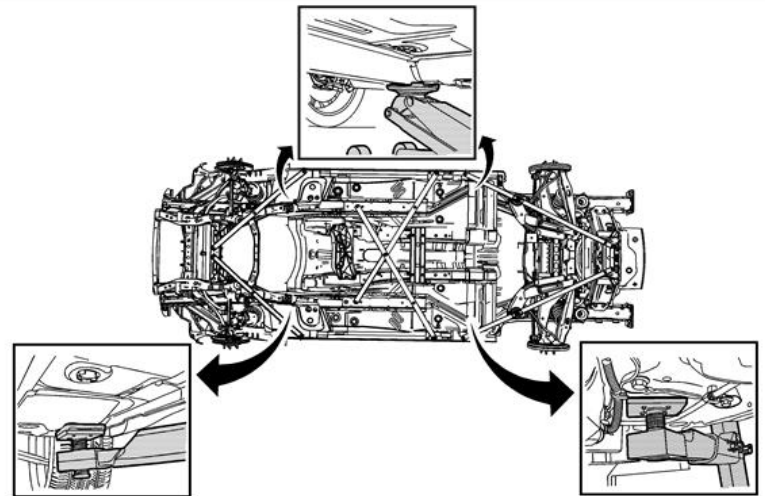

Figure 1
Lorsque le véhicule est soulevé au moyen d'un élévateur du type contact au châssis, placer les patins de levage avant sous le support inférieur avant, du côté intérieur du joint sur bords tombés du bas de caisse et du côté extérieur du longeron de cadre avant, au niveau du caisson de torsion, comme illustré (figure 1).
Lorsque le véhicule est soulevé au moyen d'un élévateur du type contact au châssis, placer les patins de levage arrière sur le longeron de cadre arrière, au niveau du caisson de torsion, comme illustré (figure 1).
- Sous la traverse de cadre de châssis avant, comme illustré (figure 1).
Lorsqu'un cric est utilisé sous l'arrière du véhicule, placer le patin du cric sur le rebord du bas de caisse, au niveau du caisson de torsion, comme illustré (figure 1).